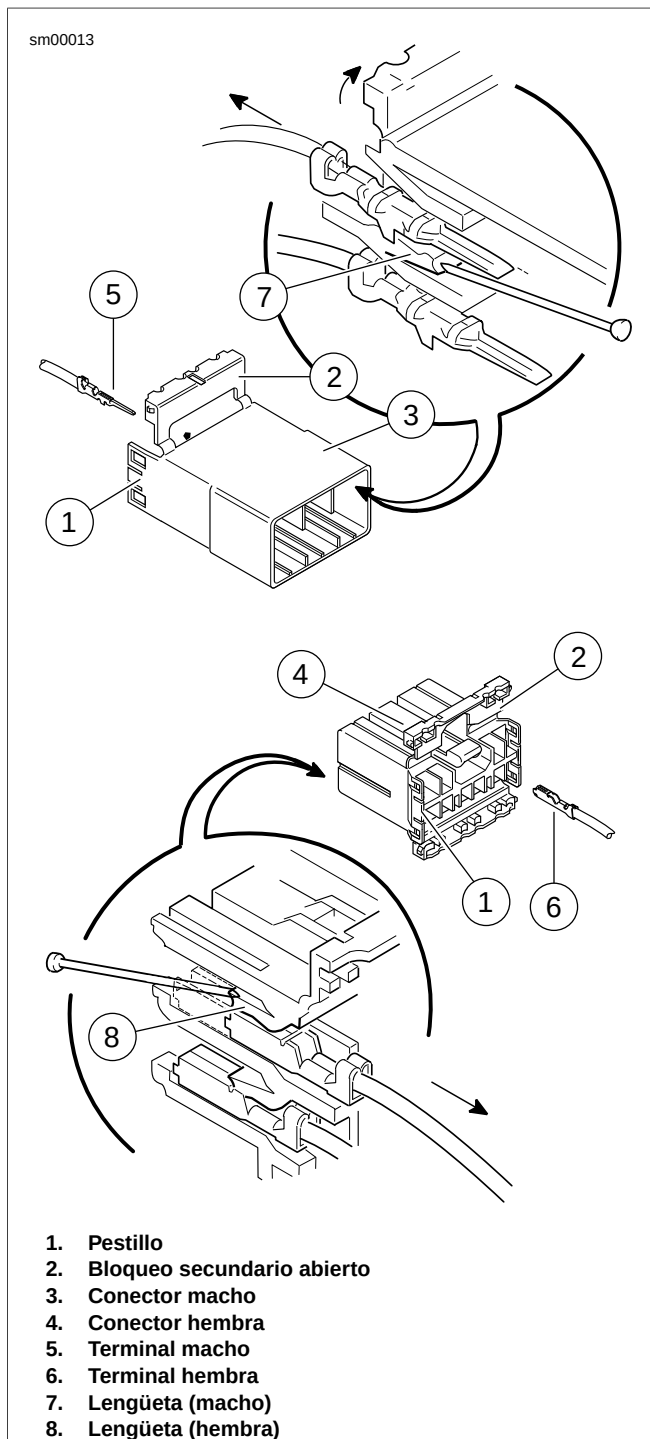
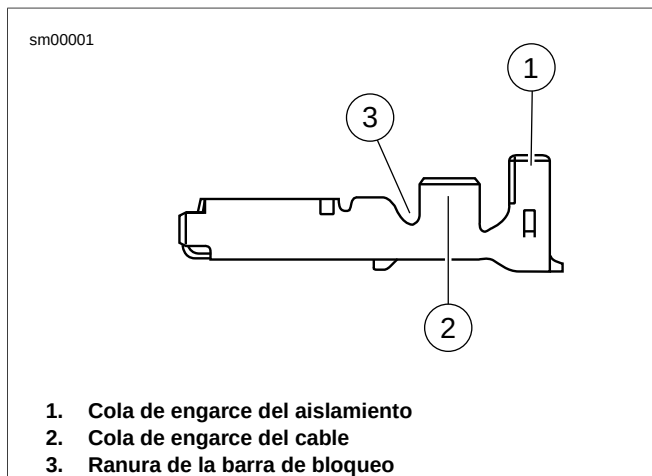

Figura A-2. Conector AMP Multilock: Cajas de los conectores hembra y macho
Figura A-5. Conector AMP Multilock: Terminal hembra
1. Vea Figura A-2. Doble el pestillo (1) hacia atrás para liberar un extremo del bloqueo secundario (2) y después repita en el extremo opuesto. Gire el bloqueo secundario hacia afuera.
2. Vea Figura A-2 y Figura A-5. Seleccione los terminales macho/hembra del catálogo de piezas e identifique las colas de engarce del aislamiento (1) y las colas de engarce del cable (2) y la ranura de la barra de bloqueo de la herramienta para engarzar (3).
Vea Figura A-2 y Figura A-5. Sostenga el terminal con la cola de engarce del aislamiento (1) hacia arriba. La herramienta sujetará el terminal con la ranura de la barra de bloqueo (3) y engarzarán la cola de engarce del cable (2) alrededor del cable pelado y la cola de engarce del aislamiento alrededor del aislamiento.